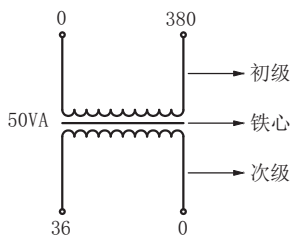
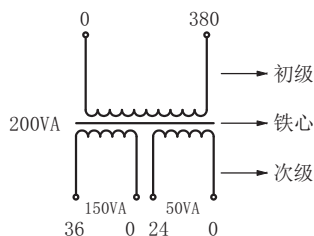
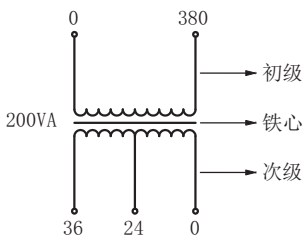

图1 单独绕组
图2 分立绕组
图3 混合绕组
4.2.2 本系列变压器的线圈，当初次级只有一个绕组时，可担负全部额定的容量；若有多个绕组时，则按各绕组应能承担负载的容量分配；但各绕组的容量之和不得超过总容量，见图1、图2、图3、图4。
4.2.3.1 例如图1，BOD-50型容量50VA，输入电压380V，输出电压36V。因为初、次级只有一个绕组，所以它可以担负全部容量50VA。
4.2.3.2 例如图2，BOD-200型，容量200VA，输入电压380V，输出电压36V150VA和24V50VA。因为图中初级只有一个绕组，所以它所承担的容量是额定容量200VA，次级有两个分开的单独绕组，而且各绕组容量已标明，所以它们各自承担容量，但总量之和200VA。
4.2.3.3 例如图3，BOD-200型，容量200VA，输入电压380V，输出电压36V、24V。因为图中初级只有一个绕组，所以它所成承担的容量是额定容量200VA，次级中间有中间抽头，次级的最高电压36伏单独使用时，才能带200VA的负载；24V则不能带200VA的负载，只能带133VA的负载，因为次级总电流 $I_2 = P_e / U_2 = 200VA / 36V = 5.55A$ ，所以单独使用24V时的输出容量为 $24V \times 5.55A = 133VA$ 。如果36V和24V同时使用，其电流之和也不能大于5.55A。总之，无论输出电压是单独使用或两组同时使用，其负载电流之和不能超过变压器的额定输出电流。